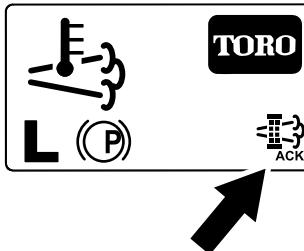

Bild 79
8. Im InfoCenter wird der Begrüßungsbildschirm angezeigt; das Symbol für die Bestätigung der Regenerierung (**Bild 79**) wird unten rechts auf dem Bildschirm angezeigt, wenn die Regenerierung ausgeführt wird.